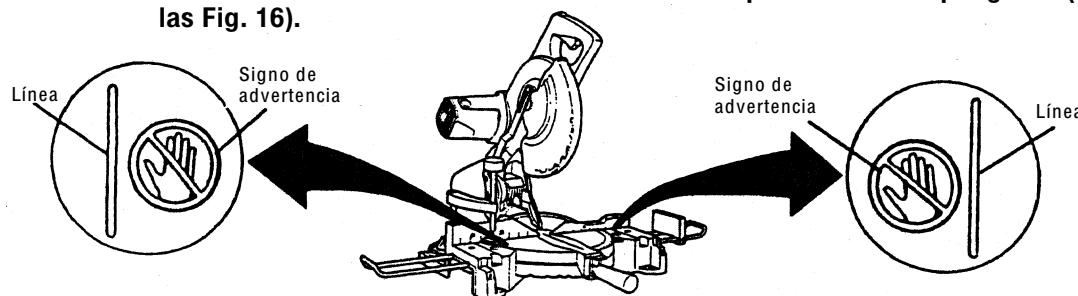

Fig. 16
* No coloque nunca sus miembros dentro de la línea cerca del signo de advertencia mientras esté utilizando la herramienta. Esto podría resultar peligroso (consulte las Fig. 16).